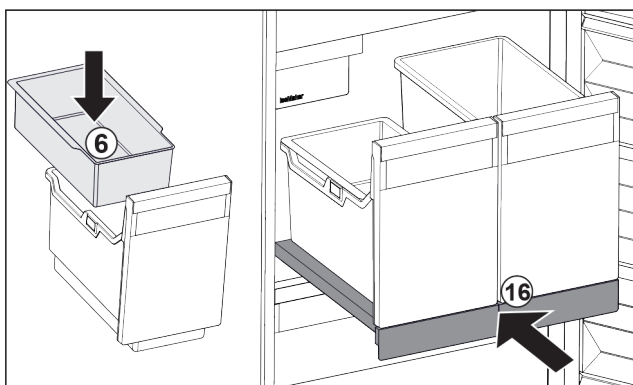

Fig. 40
- Einhängeschale Fig. 40 (6) für Eiswürfel einsetzen.
- Auszugsbord mit Behälter (IceTower) einschieben. Fig. 40 (16)